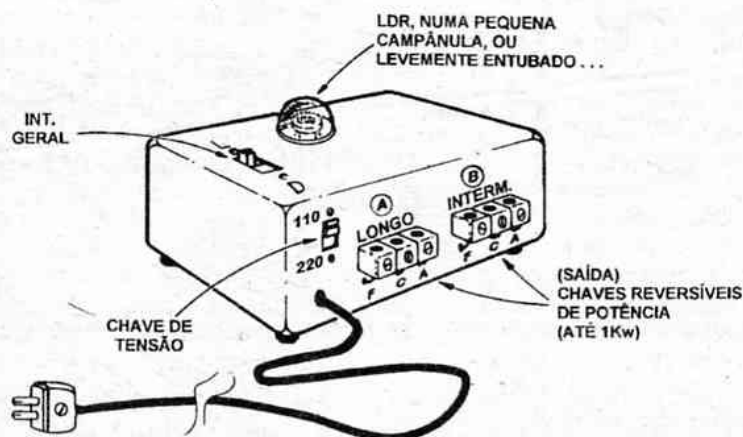

Fig.5
- 1 - Caixa para abrigar o circuito (VER SUGESTÃO NA FIG. 5, MAIS ADIANTE...)
- 1 - Pequena campânula translúcida, ou pequeno tubo, com diâmetro compatível com as dimensões do LDR utilizado (VER FIG. 5)
- **FIG. 5 - A CAIXA DO SPIE**... - No item **OPCIONAIS/DIVERSOS** das **LISTA DE PEÇAS** o leitor/hobbysta notará que não especificamos medidas para o *container*, isso porque as dimensões da caixa dependerão do tamanho efetivo do transformador. (que pode variar um tanto...), da disposição externa adotada para os conectores e controles, tipo de acomodação dada ao foto-sensor (LDR), etc. De qualquer modo, não será difícil encontrar uma caixa padronizada plástica, de boa qualidade e preço moderado, nas dimensões e formas convenientes, resultando num *lay out* igual ou próximo ao sugerido... Observar, principalmente, a colocação do LDR, que